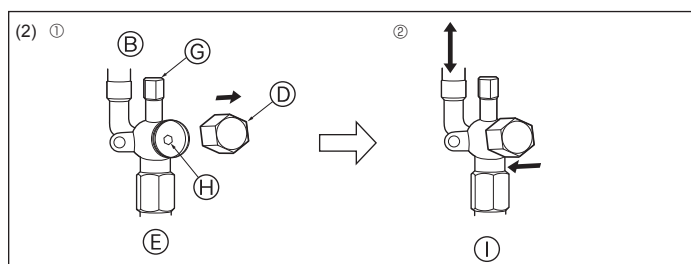

Fig. 4-13
- Страна с жидкостью (Fig. 4-13)